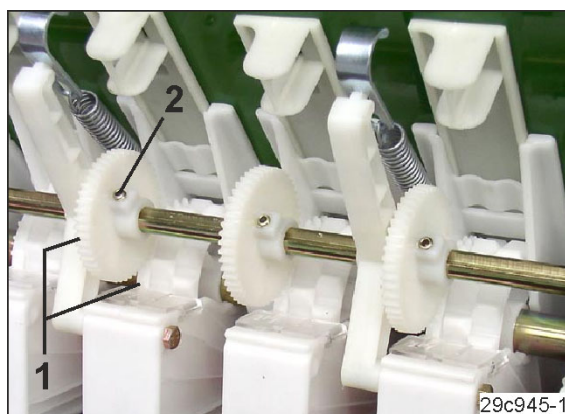

Рис. 244
6. Приведіть в зачеплення зуби (Рис. 244/1) приводної шестерні й висівальних катушок технологічної колії для дрібнонасісних.
7. Гвинти з внутрішніми шестигранниками (Рис. 244/1) приводної шестерні затягніть без зусиль в пази проміжного вала.